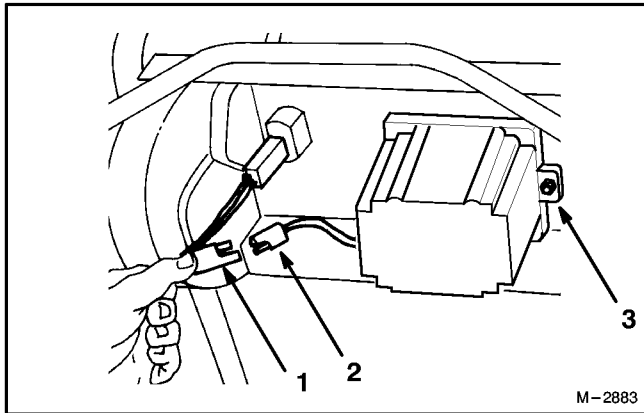

Abbildung 28
1. Den Motor abstellen und die Kabel von der Batterieanschuß (Abb. 28).
2. Bei Bedarf kann die Batterie durch Entfernen der (2) Schloßschrauben, (2) Scheiben und (2) Sicherungsmuttern (Abb. 28) ausgebaut werden.